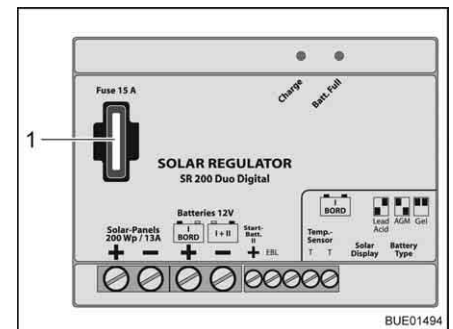

Fig. 183 Fusibile regolatore di carica del pannello solare 200 W
- Sostituire il fusibile piatto 15 A/blu (Fig. 183,1).